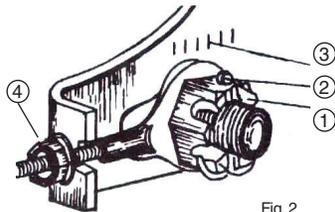

Fig. 2
3. Cuando la ajuste, por favor afloje la tuerca del eje del vehículo (4), el perno de la rueda de la cadena (1) y el perno (2), entonces gire la tuerca de ajuste (4), para mantener los sujetadores de la cadena del lado izquierdo y derecho posicionados en la misma graduación (3). Después de la inspección, por favor apriete la tuerca de bloqueo, la tuerca del eje de la rueda de la cadena, la tuerca del eje de la cadena y la tuerca del eje del vehículo. (La tensión de la tuerca del eje es de 80-100N.m) (Fig. 2)